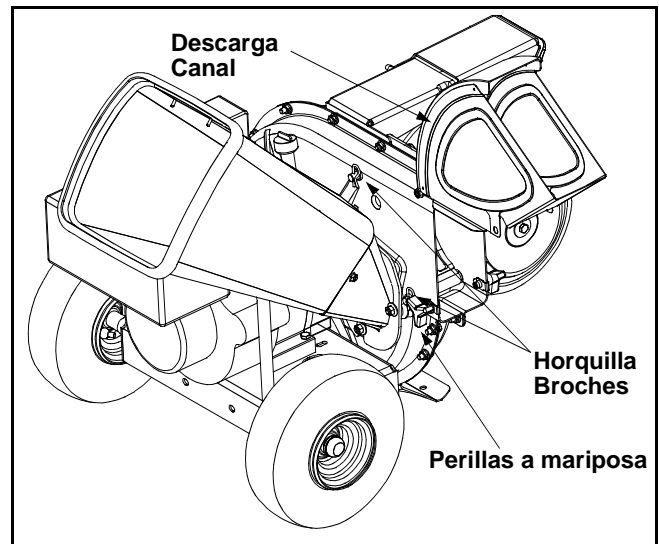

Figura 8
- Saque las dos perillas a mariposa de los costados del canal de descarga y levántelo para mantenerlo fuera del paso. Ver Figura 8.
- Saque los dos broches de horquilla de cada chaveta que se extiende cruzando la caja y saque las clavijas. Ver Figura 8.